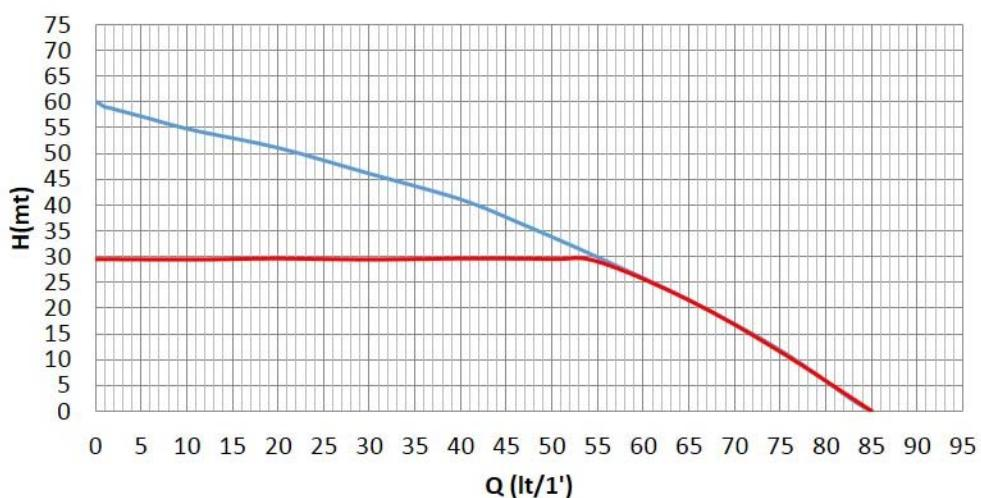

Fig. 2
Le graphique de la Fig.2 illustre la courbe des prestations hydrauliques. L'inverseur module automatiquement la vitesse de rotation de l'électropompe, lui permettant ainsi de dépasser selon les besoins son point de travail sur une partie quelconque de la zone située sous sa courbe, afin de maintenir la constance de la valeur de pression paramétrée (SP). La courbe en rouge montre le comportement du système avec réglage (setpoint = point de consigne) à 3.0 bar.